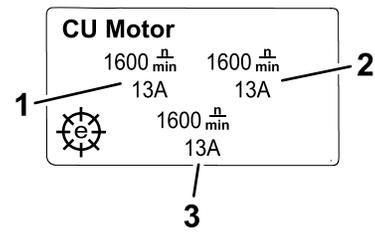

図 20
- **カットティングユニットのモータ画面 図 20:** 各カットティングユニットのモータの速度と電流値を表示します。